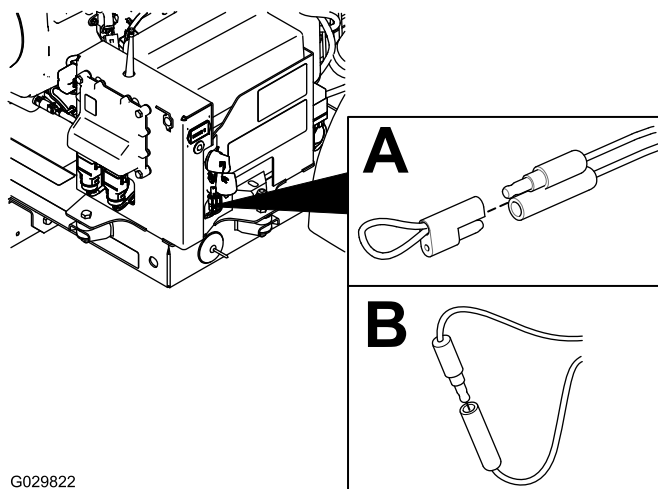

Figura 34
2. Retire el tapón de los 2 conectores de derivación diagnósticos (Figura 34, A).
3. Conecte entre sí los conectores de derivación diagnósticos (Figura 34 B).